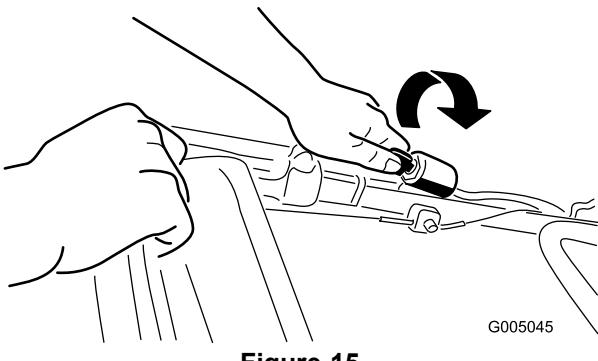
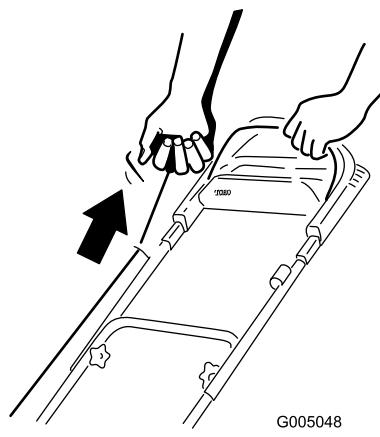

Figure 15
Figure 16
- Tournez la clé de contact (Figure 15) (modèles 20656 uniquement) ou tirez la poignée du lanceur (Figure 16).